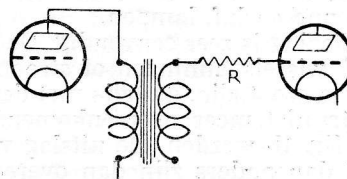

Fig. 3.
h.f. trillingen zal voeren, is in fig. 3 aangegeven, en bestaat eenvoudig daarin, dat een weerstand R in het schema wordt opgenomen. Deze weerstand kan van 0,1—1 Megohm groot zijn.